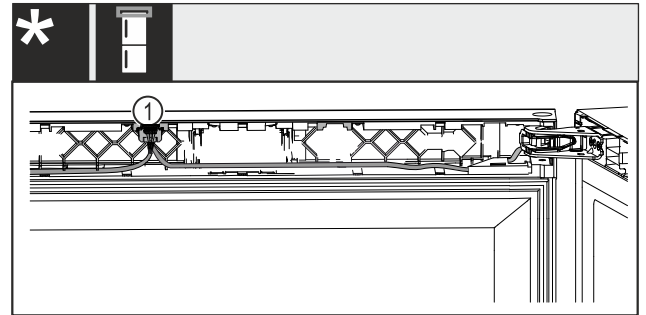

Fig. 39 Kombinált borhűtő-fagyasztókészülékek
- Pattintsa be a dugót Fig. 39 (1) a vezetősínbe. Minden készülékhez: